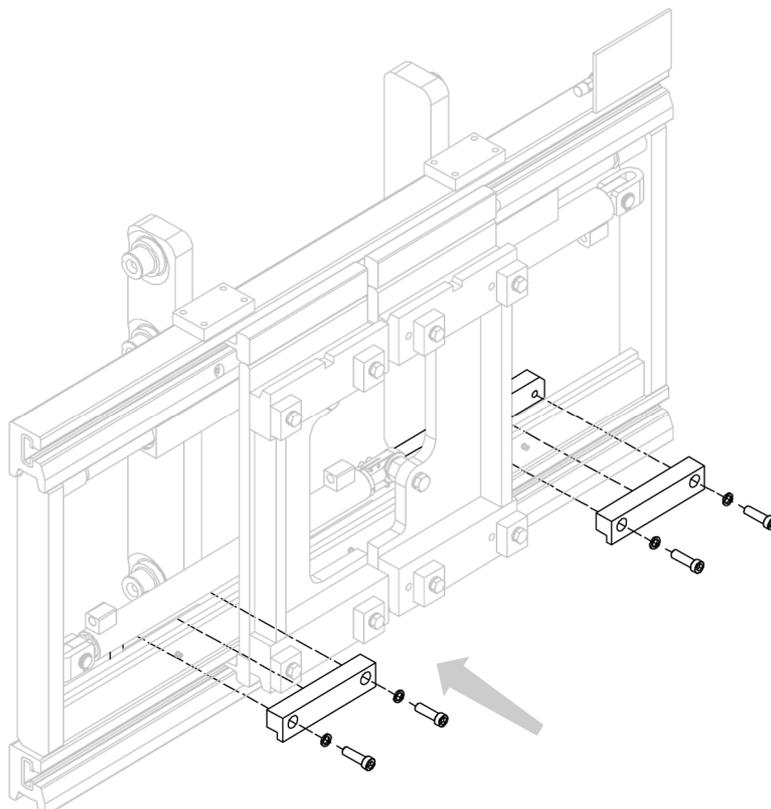

Figure 7
9. Installer les crochets inférieurs (voir *Figure 7*).